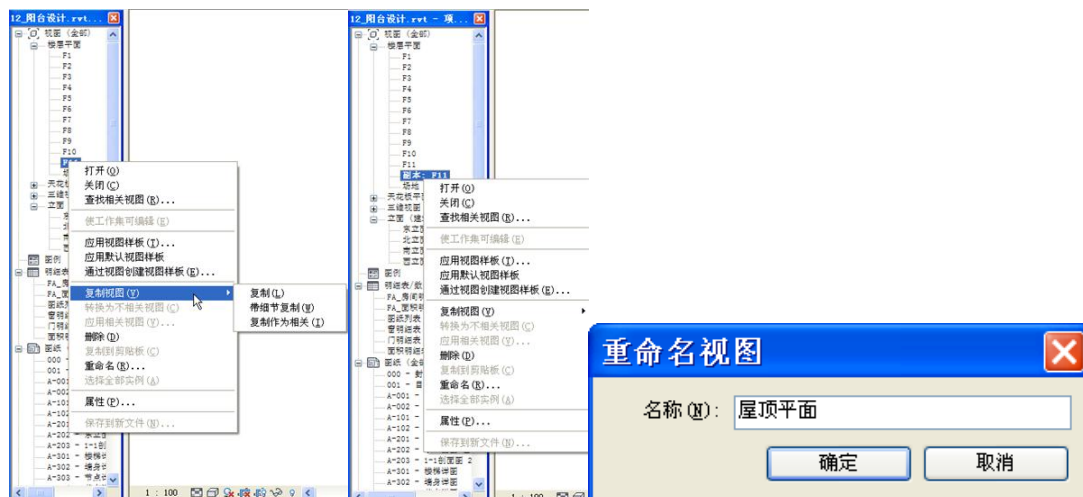

图 4-50
- 8) 在项目浏览器中，右键选择楼层平面 F11，在菜单中选择复制视图>复制，右键选择新生成的楼层平面“副本: F11”，在弹出菜单中选择“重命名”，在弹出对话框中输入“屋顶平面”，确定完成（如图 4-50 所示）。